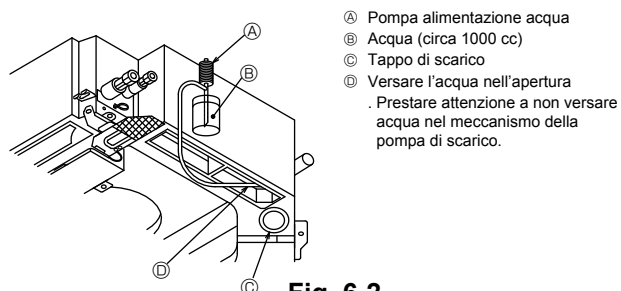

Fig. 6-2
6.3. Controllo del drenaggio (Fig. 6-2)